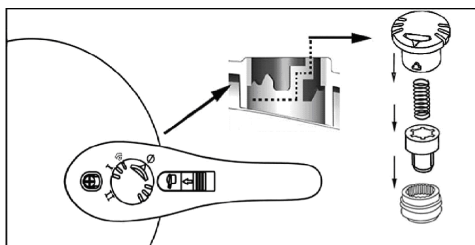

Fig.13
Специальный демонтаж осуществляется следующим образом: (рис.13)
- переключите рабочий клапан в положение « $\Phi$ », извлеките его, разберите детали в порядке, показанном на рис. 13, затем очистите их;
Клапан рабочего давления: извлеките клапан давления вручную и очистите его (см. Рис.13)